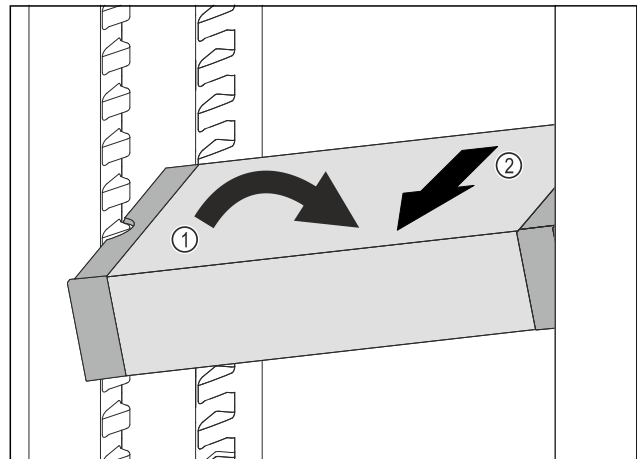

Fig. 122
- ▶ Incliner le VarioSafe dans la partie réfrigérateur. Fig. 122 (1)
- ▶ Sortir le tiroir VarioSafe par l'avant. Fig. 122 (2)